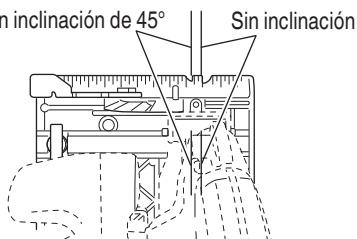
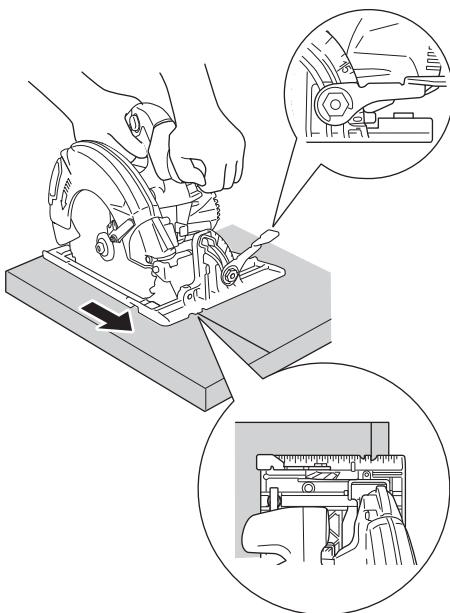
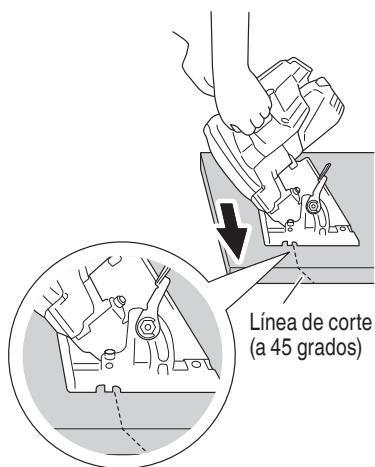

Fig. 28
Fig. 29
Fig. 30
- (1) Coloque la base en el material, alinee la línea premarcada con la hoja de la sierra utilizando la muesca de referencia situada en la parte delantera de la base (Fig. 28).
- (2) Cuando la base no está inclinada, use el lado derecho de la muesca (Fig. 28, Fig. 29).
Si la base está inclinada (45 grados), use el lado izquierdo de la muesca (Fig. 28, Fig. 30).
4. Incline la sierra hacia adelante y alinee la ranura (Fig. 28) con la línea guía premarcada.